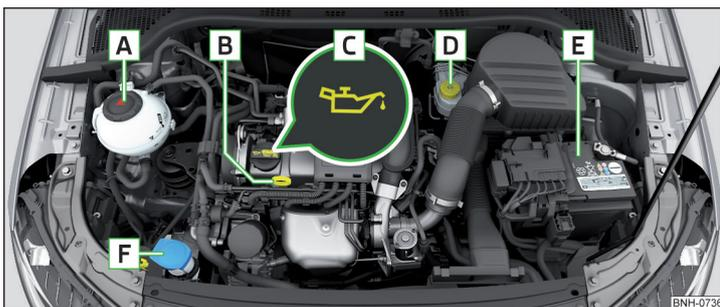

Fig. 226 Ejemplo de orden en el vano motor
- Desenrosque el tapón de la boca de llenado de aceite de motor **C** » fig. 226 de la pág. 205.